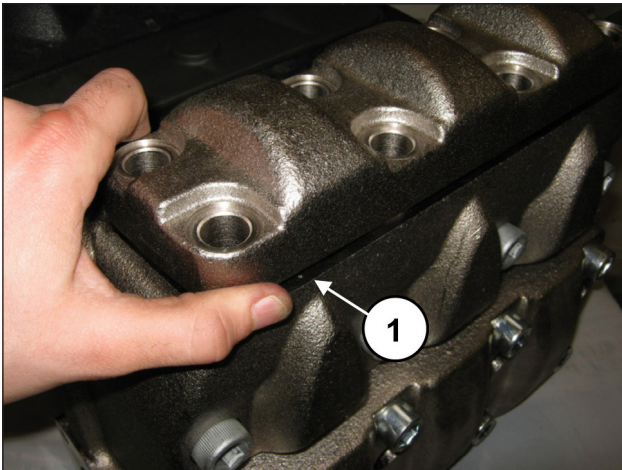
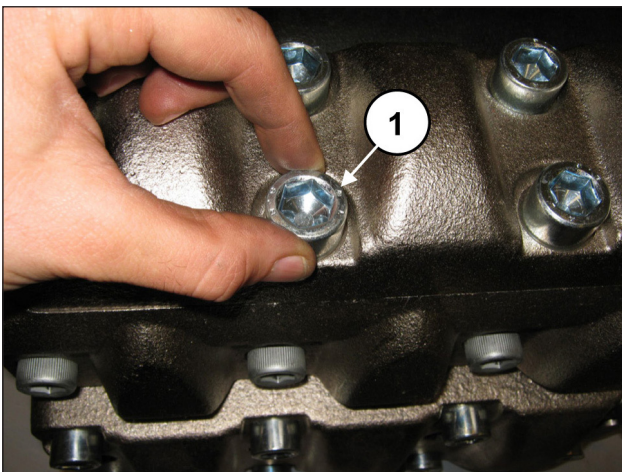

Abb. 159
Abb. 160
Bringen Sie nach Montage der Druckventilgruppen den Druckventildeckel an (Pos. ①, Abb. 159) und ziehen Sie die 8 Schrauben M16x45 fest (Pos. ①, Abb. 160).